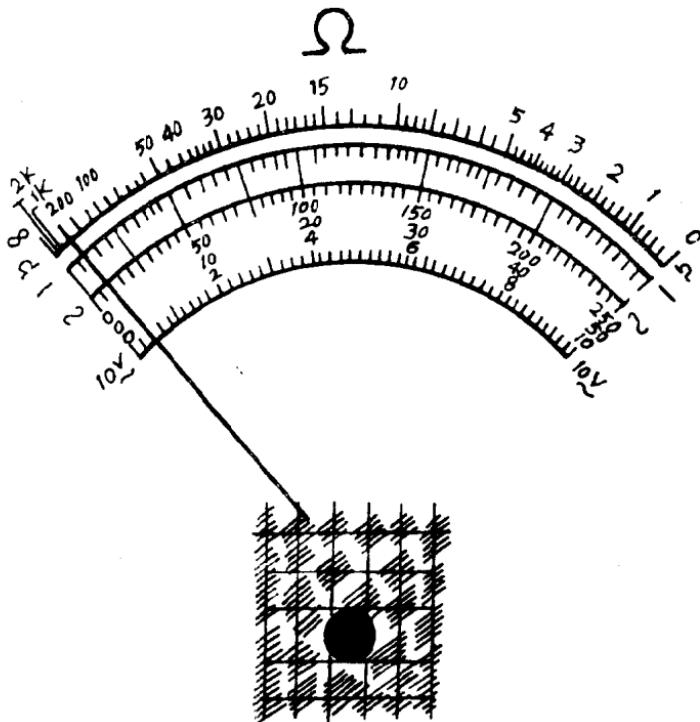
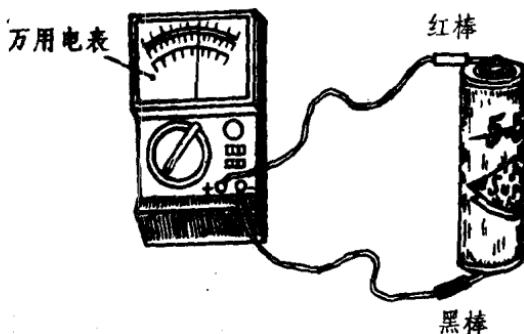

图 5 万用电表标度盘
图 6 电池电压的测量
在修理石英钟过程中，万用表是必需的仪器（见图5、图6）。它主要用于测量电池、电阻、电容、线圈及晶体管等元件，以及通过测量电压判断有无脉冲信号输出和电路的阻抗、电路的导通等情况，从而确定电路中的元件是否正常或损坏。
(1) 万用电表的构造 万用表主要由表头、测量线路和转换开关等部分组成。表头用作指示被测量的数值；测量线路可将被测量的电阻、电压及电流转换到适合表头测量的直流微小电流；转换开关是实现对不同要求的测量选择，以适应各种测量的要求。在万用表的正面板上，刻有多条标度尺的标度盘，有转换开关的旋钮，有调指针到零点的调节螺钉，有供测量用的表笔插孔（或接线柱）。各种型号万用表的板面布置大致相同，使用方法也基本一致。
(2) 万用电表使用方法 图5为万用表的标度盘。使用前，要把万用表的指针调到刻度左端的零位上（可调节零点调节螺钉使其达到零位），然后再将万用表附有红、黑两支表笔的一端，分别以红表笔的一端插入“+”号插孔
因为电池电压是直流电压，不是交流电压，应将转换开关旋至标有“V”的直流电压5V量程档（若有2.5V档也可用），红表笔接电池正极（+），黑表笔接负极（-）。测量电池时，要注意在1秒钟内测定完毕，尽量做到一次测好。因为测得太慢，电池内部消耗太大。电池测量方法见图6。